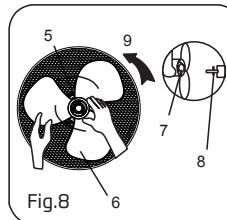

Fig.8
- Instale las aspas en el eje, asegurándose de que el tope giratorio encaje en la ranura de las aspas. Gire el tope giratorio en sentido de las agujas del reloj para asegurar las aspas (Fig.8).